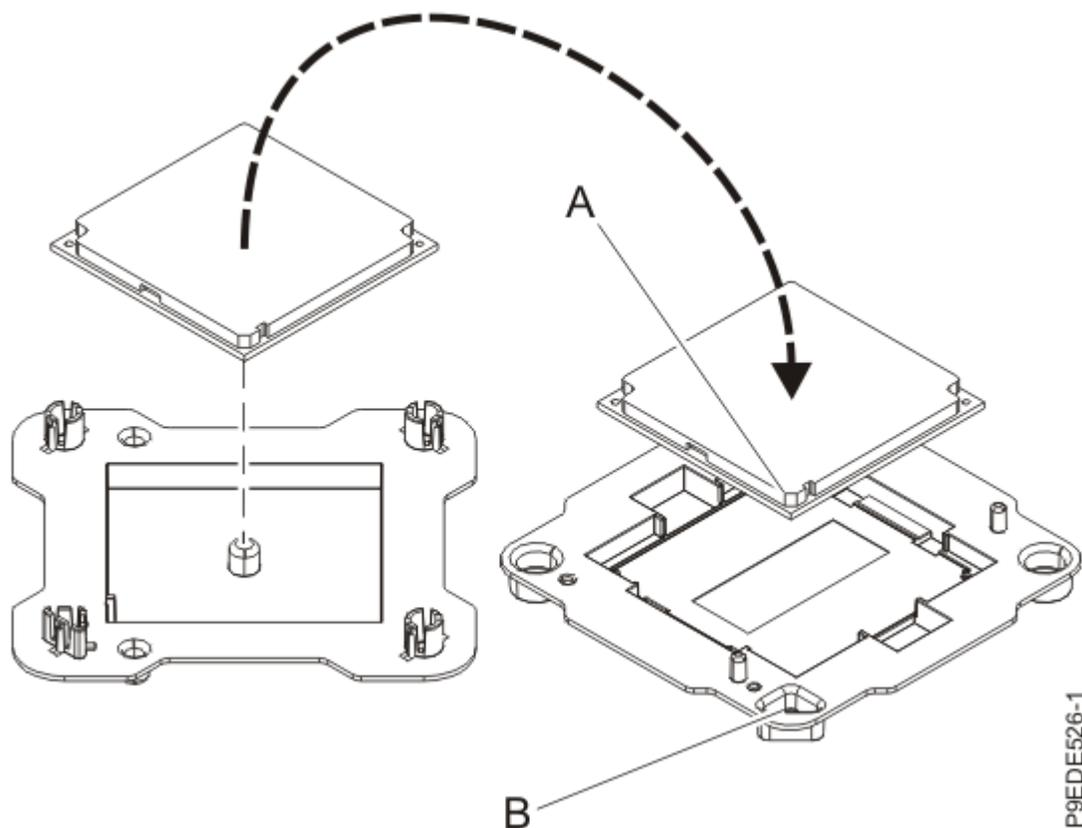

Figure 94. Positionnement du module processeur système dans l'emballage
12. Saisissez avec soin le module processeur système que vous avez remplacé par les côtés et ôtez-le du couvercle de l'emballage. Alignez l'angle biseauté du module **(A)** avec l'angle de l'emballage comportant un trou en forme de triangle **(B)** et placez-le dans l'emballage, comme illustré dans la Figure 94, à la page 117. Fermez le couvercle de l'emballage.